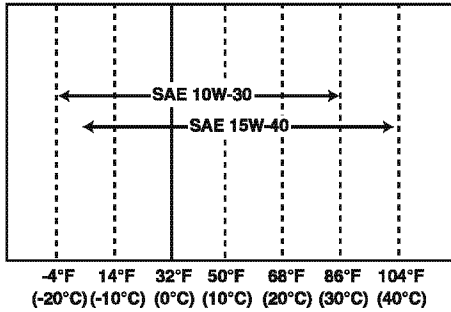

Figure 5
- Sélectionnez la viscosité de l'huile en fonction de la température ambiante de l'endroit où le moteur est utilisé. Voir *Viscosité de l'huile pour moteur Figure 5.*
- Sélectionnez la viscosité de l'huile pour moteur appropriée en fonction de la température ambiante présentée dans le graphique de la viscosité de SAE Service (**Figure 5**).